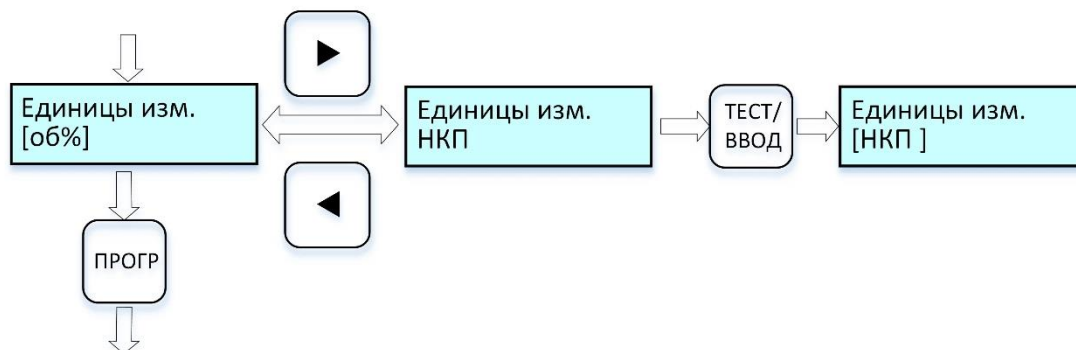

Рисунок 11 – Циклограмма выводимых сообщений на дисплей при выборе единиц измерения
2.6.5.4 Для **выбора единиц измерения** выполнить процедуры по циклограмме *рис. 11*: